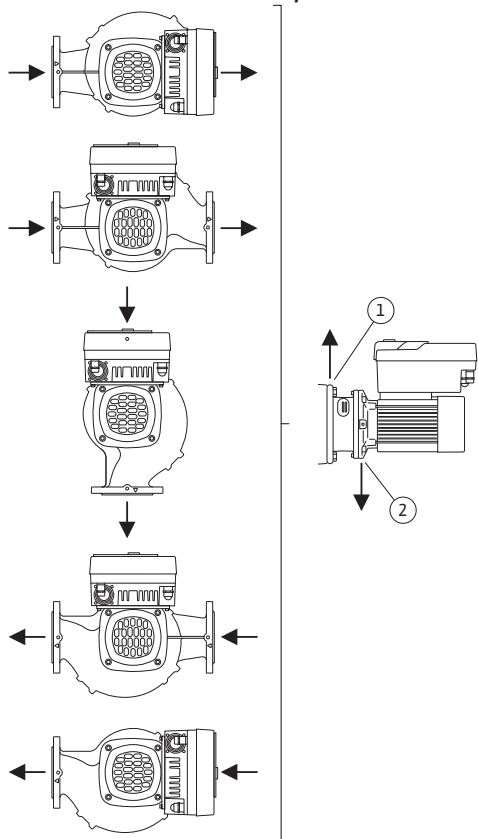

Fig. 16: Toegestane inbouwposities met horizontale as
- Als de motoras horizontaal staat, moet het condensboorgat naar beneden zijn gericht (Fig. 16, pos. 2). Eventueel moet de motor worden gedraaid.